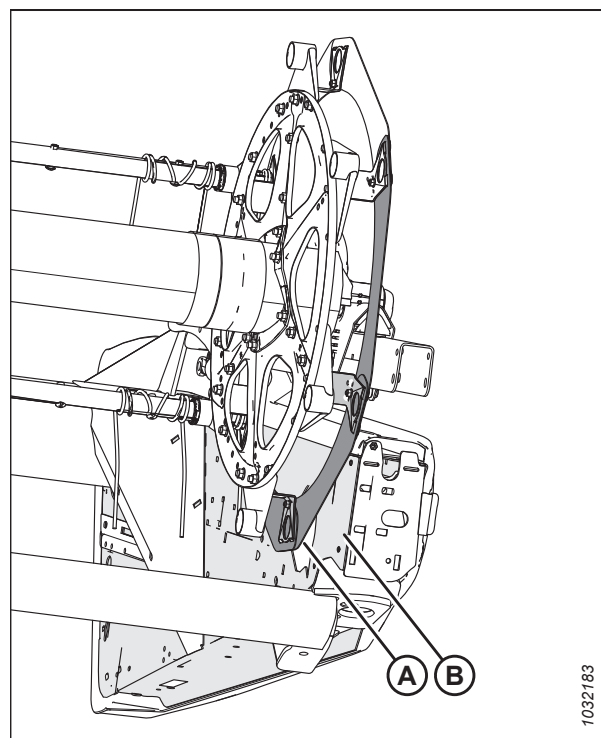

Figure 5.275: Capot du diviseur du rabatteur et plateau d'extrémité de la plateforme
- Mesurez l'écartement aux emplacements (A) entre le rabatteur et chacune des tôles d'extrémité. Les écarts doivent être inférieurs à 20 mm (25/32 po) l'un de l'autre si le rabatteur est correctement centré. Pour voir les emplacements (A) de façon plus détaillée, consultez la figure 5.275, page 597.